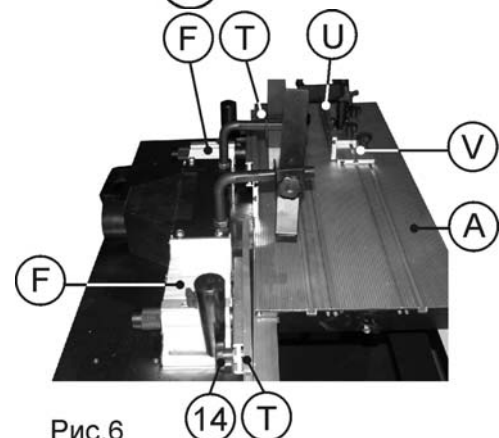

Рис.6
6.3.8. На планках опор (F) установите и при помощи фиксирующей ручки (14) закрепите направляющие планки (Т), Рис.6.
6.3.9. В паз рабочего стола (А) вставьте крепление планки толкателя (V), закрепите на рабочем столе (А), Рис.6.
6.3.10. В паз планки толкателя (V) вставьте крепление толкателя (U), закрепите на планке толкателя (V), Рис.6.